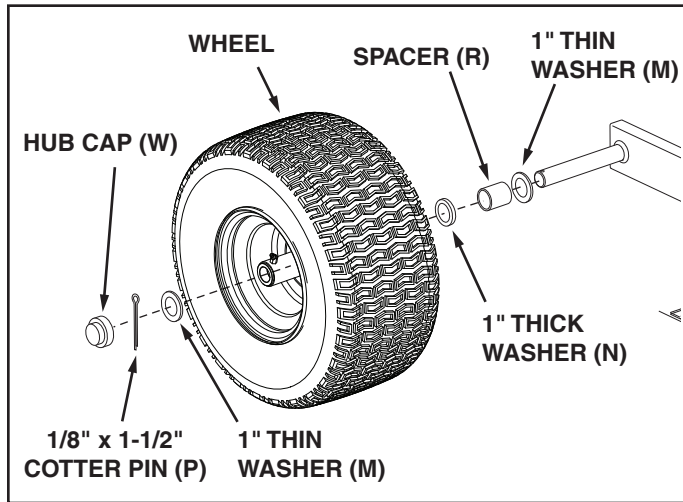

FIGURE 12
- Assemble a 1" thin washer (M), a spacer (R), a 1" thick washer (N), a wheel with the valve stem facing out, and another 1" thin washer (M) onto a wheel axle. Insert a cotter pin (P) into the axle and spread the ends. Repeat for the other three wheels. See figure 12.
- Press a hub cap (W) onto the flat washer on each of the four wheels. See figure 12.
21. Monter une rondelle mince de 1 po (M), une entretoise (R), une rondelle épaisse de 1 po (N), une roue avec la valve vers l'extérieur et une autre rondelle mince de 1 po (M) sur l'axe de roue. Mettre une goupille fendue (P) dans l'axe et en écarter les extrémités. Répéter l'opération pour les trois autres roues. Voir la figure 12.
22. Enfoncer un enjoliveur (W) sur la rondelle plate de chacune des quatre roues. Voir la figure 12.